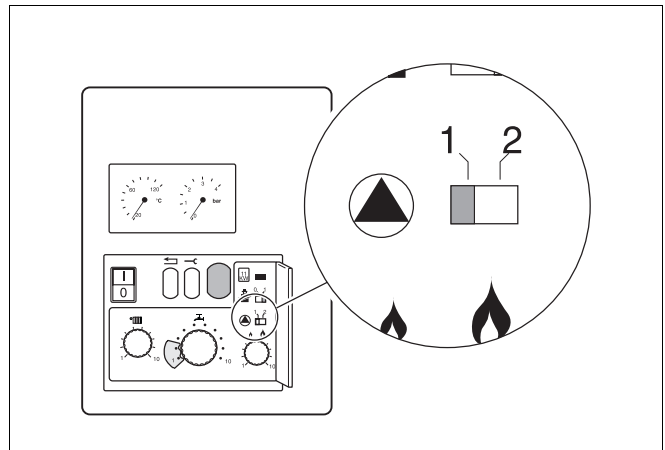

Abb. 29 Schalter Pumpennachlaufzeit
- Schalter ▲ (Abb. 29) in Stellung "1" bringen: Die Pumpennachlaufzeit beträgt 4 Min.